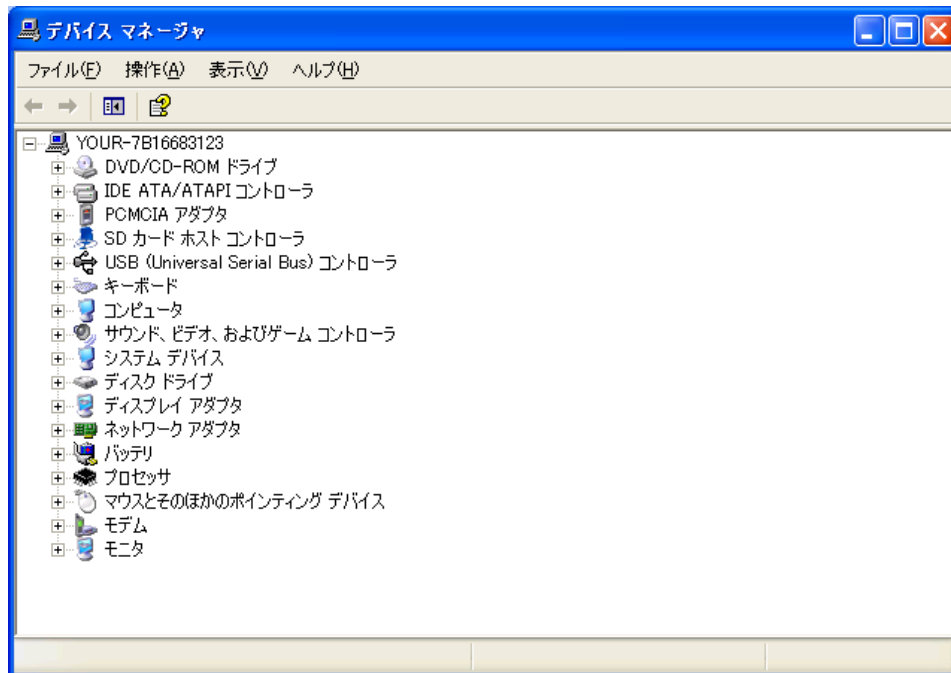

図 3-14
- ① コントロールパネルを開き、「システム」をダブルクリックし、「システムのプロパティ」を開きます。
- ② 「ハードウェア」タブをクリックします。
- ③ 「デバイス マネージャ(D)」をクリックすると次の画面が表示されます(図 3-14)。